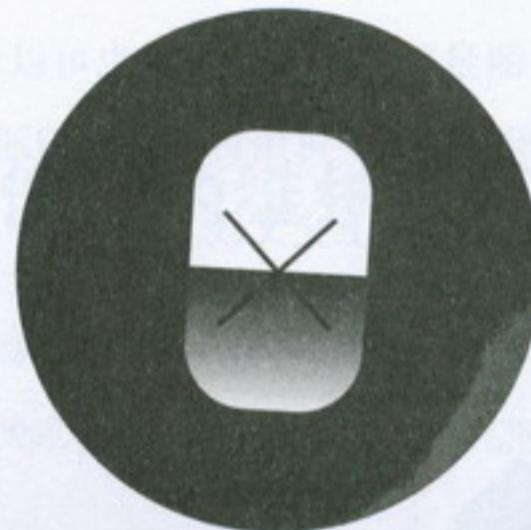

图 2
8. 旋转调节手轮，使明暗分界线准确对准交叉线的交点。（图 2）